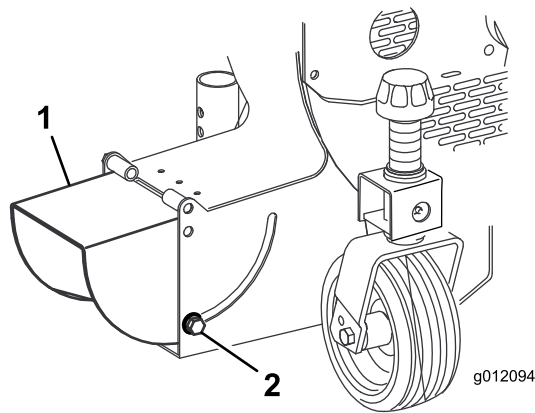

Figura 9
1. Aflojar los tornillos de montaje del deflector de la abertura de descarga (Figura 9).